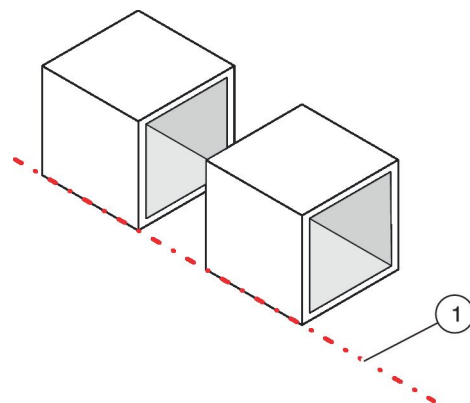

Abb. 15: Bauteile ausrichten
- ▶ Die Bauteile an einer Linie (Abb. 15 /1) fluchtend ausrichten.